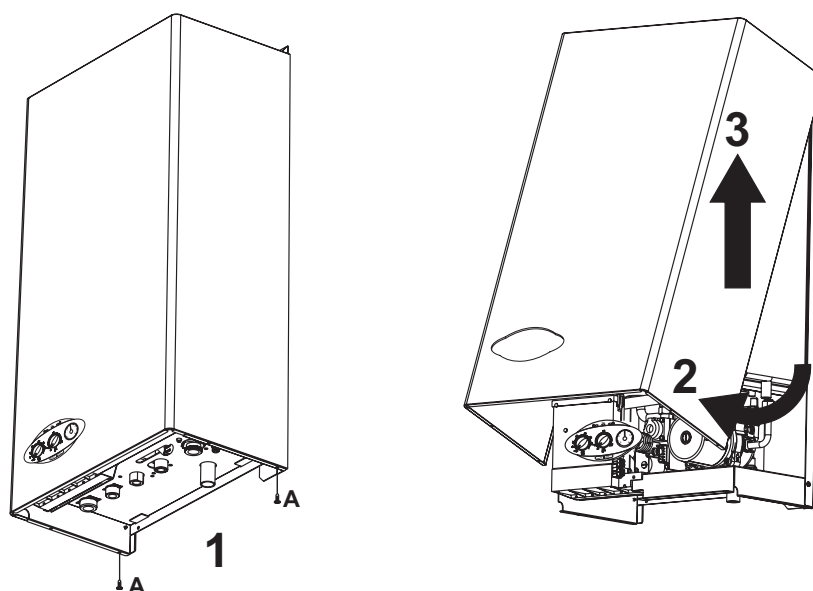

fig. 16 - Abertura do revestimento
1. Desaperte os parafusos A (vide fig. 16).
2. Rode o revestimento (vide fig. 16).